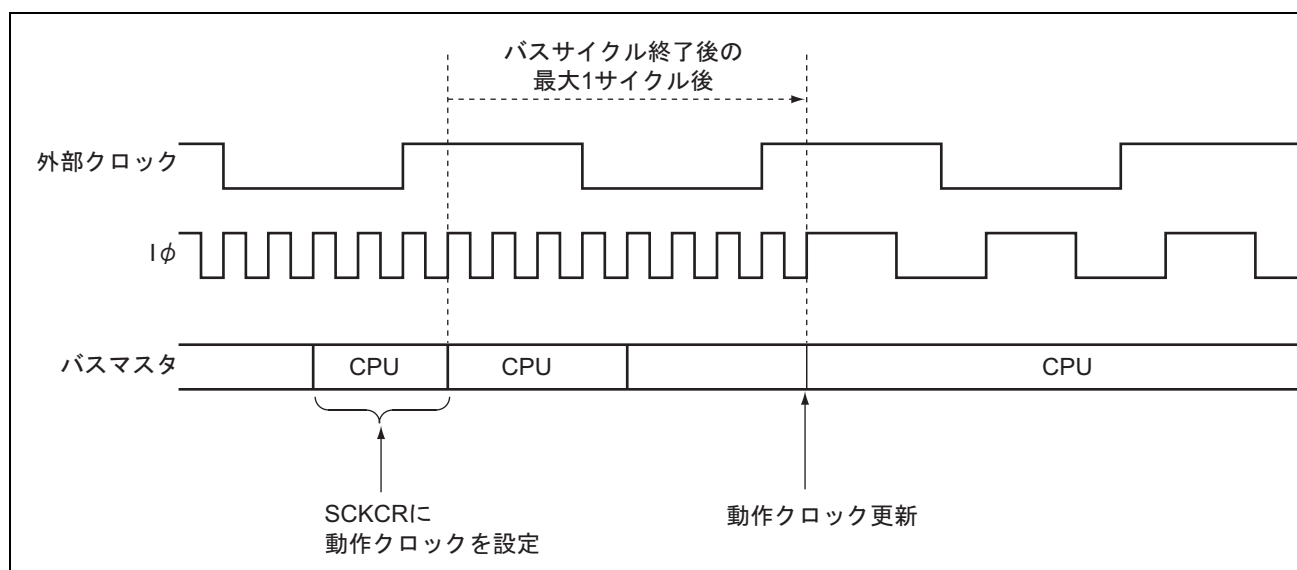

図 27.9 クロック変更タイミング
5. 図27.9にクロック変更タイミングを示します。SCKCRに値をライトした後、現在実行しているバスサイクル終了を待ちます。そのバスサイクル終了後、外部入力クロック ϕ に対して最大1サイクル後に各クロックの周波数が変更されます。